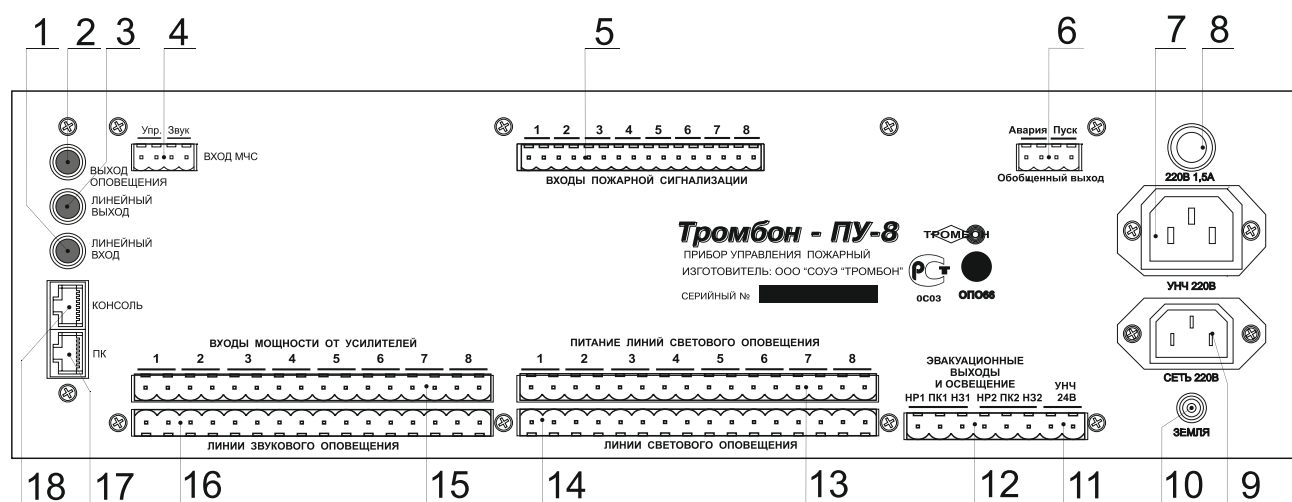

Рис. 2. Прибор управления «Тромбон - ПУ-8», вид со стороны задней панели.
Прибор «Тромбон – ПУ-8» имеет 8 входов пожарной сигнализации (рис. 2, поз. 5) для подключения к выходам ППКП (Прибора Приемного Контрольного Пожарного). Выходы ППКП могут быть релейным или типа «открытый коллектор».
5.1.2. Цифровое подключение к сопряженной комплексной системе безопасности через последовательный порт «ПК» с интерфейсом RS485 (рис. 2 поз. 17). Подключение выполняется кабелем «Витая пара». Назначение контактов последовательного порта «ПК» приведено в Приложении 3.
Прибор имеет специальный «ВХОД МЧС» (рис. 2, поз. 4). Вход предназначен для стыковки с блоком централизованного запуска системы оповещения МЧС (БЦЗ системы П-166 или аналогичными). Вход выполнен в виде 4-х контактного разъема. Контакты «Упр.» данного разъема – это логический вход управления Прибора (реагирующий на замыкание контактов), а контакты «Звук» - вход звукового сигнала с уровнем 0 дБ (уровень 0,775В).
Для подключения удаленных консолей предназначен специальный порт «КОНСОЛЬ» (рис. 2, поз. 18). Порт выполнен в виде 8 - контактного разъема типа RG45. К нему можно подключать только адресные удаленные консоли типа «Громбон – УК-М». Консоли необходимо подключать кабелем «витая пара».
- Разъем «ЛИНЕЙНЫЙ ВХОД» (рис. 2, поз. 1) предназначен для подключения к Прибору источника музыкальных программ. Вход стереофонический, используется только в режиме звукового вещания. Максимальное входное напряжение сигнала на данном входе – 250 мВ.
- Разъем «ВЫХОД ОПОВЕЩЕНИЯ» (рис. 2, поз. 2) предназначен для подключения звуковых сигналов от Прибора к входу «Оповещения» усилителя мощности. Сопротивление входа усилителя должно быть не менее 600 Ом. Максимальное напряжение звукового сигнала на данном выходе Прибора – не более 250 мВ. Схема подключения к усилителю мощности приведена в Приложении 6.
- Разъем «ЛИНЕЙНЫЙ ВЫХОД» (рис. 2, поз. 3) предназначен для подключения стереофонических звуковых сигналов от Прибора к входам усилителей мощности. Выход используется при необходимости реализации на объекте стереофонического вещания, например, для озвучивания кафе. Напряжение звукового сигнала на данном выходе не более 250 мВ.
- Разъем «ЛИНИИ ЗВУКОВОГО ОПОВЕЩЕНИЯ» (рис. 2, поз. 16) предназначен для подключения линий связи со звуковыми оповещателями. Всего Прибор имеет выходы для подключения восьми линий связи со звуковыми оповещателями с обеспечением контроля исправности. Контроль исправности может быть отключен программно. Схема подключения линий звукового оповещения к Прибору управления «Тромбон – ПУ-8» приведена в Приложении 6.
- Разъем «ВХОД МОЩНОСТИ ОТ УСИЛИТЕЛЕЙ» (рис. 2, поз.15) предназначен для подключения звуковых сигналов с выходов усилителей мощности. У Прибора имеется 8 независимых входов (по одному для каждой зоны). К данным входам Прибора допускается подключение усилителей мощности с выходными напряжениями от 15 до 240В, в зависимости от характеристик выбранных звуковых оповещателей. Прибор позволяет использовать для разных зон разные усилители, а также выходы усилителя с разными напряжениями. Схема подключения линий звукового оповещения и выходов усилителей мощности к Прибору управления «Тромбон – ПУ-8» приведена в Приложении 6.
- Разъем «ВХОД ПИТАНИЯ ЛИНИЙ СВЕТОВОГО ОПОВЕЩЕНИЯ» (рис. 2, поз. 13) предназначен для подключения источников питания световых оповещателей. В Приборе допускается использование для разных линий оповещения источников питания с разными напряжениями от 12В до 220В, в зависимости от выбранных типов световых оповещателей. Схема подключения источников питания и световых оповещателей к ПУ приведена в Приложении 7.
- Разъемы «Линии светового оповещения» (рис. 2, поз. 14) предназначен для подключения линий связи со световыми оповещателями. Прибор обеспечивает контроль исправности линий связи. Контроль исправности может быть отключен программно. Схема включения линий светового оповещения приведена в Приложении 7.
5.7. Подключение эвакуационного освещения и замков эвакуационных выходов выполняется через разъем «ЭВАКУАЦИОННЫЕ ВЫХОДЫ И ОСВЕЩЕНИЕ» (рис. 2, поз. 12).
5.8. Разъем «Обобщенный выход» «Авария» и «Пуск» (рис. 2, поз. 6). На данный разъем выведены контакты двух реле. Контакты реле «Авария» замыкаются при обнаружении в системе оповещения неисправностей. Контакты реле «Пуск» замыкаются в режимах «Тревога», «Экстренный запуск» или «Трансляция МЧС».
5.9. Клемма «ЗЕМЛЯ» (рис. 2, поз. 10) предназначена для подключения Прибора к контуру заземления здания.
5.10. Разъем «СЕТЬ 220В» (рис. 2, поз 9) предназначен для подключения Прибора к сети питания переменного тока 220В 50Гц.
5.11. Разъем «УНЧ 220В» (рис. 2, поз. 7) предназначен для подключения питания 220В на усилитель мощности. Напряжение на этом разъеме появляется при переходе Прибора из «Дежурного режима» в режимы «Тревога», «Экстренный запуск», «Трансляция МЧС», «Звуковое вещание» или «Звуковое вещание от удаленной консоли». В зависимости от мощности и количества усилителей в системе оповещения подключение питания к ним возможно двумя способами:
5.12. Подключение резервного питания 24В на усилитель мощности выполняется через разъем «Питание УНЧ 24В» (рис. 2, поз. 11). Контакты этого разъема замыкаются через реле при переходе Прибора из «Дежурного режима» в режимы «Тревога», «Экстренный запуск» или «Трансляция МЧС». Для режимов «Звуковое вещание» и «Звуковое вещание от удаленной консоли» использование источников резервного питания 24В не предусмотрено. Схема управления питанием одного усилителя мощности с одним блоком резервного питания приведена в Приложении 9. Схема управления питанием нескольких усилителей мощности с несколькими блоками резервного питания приведена в Приложении 10.
Звуковые сигналы, подаваемые на «ЛИНЕЙНЫЙ ВХОД» Прибора (рис. 2, поз 1), коммутируются на: «ВЫХОД ОПОВЕЩЕНИЯ» и «ЛИНЕЙНЫЙ ВЫХОД» (рис. 2, поз 2, 3).
Вход в режим «Трансляция МЧС» выполняется по команде, поступающей от БЦЗ, на вход управления МЧС Прибора (рис. 2, поз. 4). Команда представляет собой замыкание контактов «Упр.» на разьеме «ВХОД МЧС» на все время трансляции.